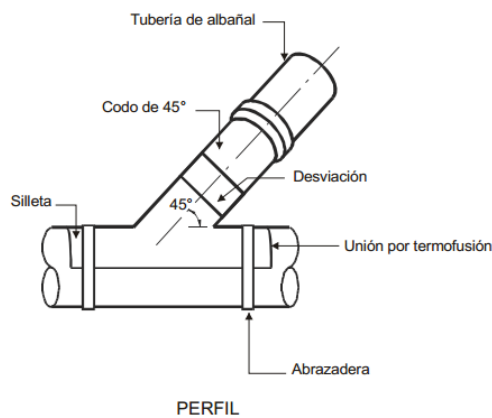

Figura 2. Detalles de unión para tubería de polietileno
9. Las descargas domiciliarias deberán construirse perpendiculares a la red de alcantarillado utilizando el SLANT(Se utiliza un slant o una silleta de 45° y un codo a 45°. La unión se hace mediante termofusión si el sistema esta seco, de lo contrario se emplea una silleta de polietileno sujeta con una abrazadera, ver detalle de la figura 2). Este tipo de material es el menos utilizado en campo, debido a que la unión de la tubería y de algunas conexiones requiere de equipo y personal especializado, ya que se realiza a base de termofusión para evitar turbulencias, y facilitar su localización cuando ésta se requiera para su limpieza o reparación.